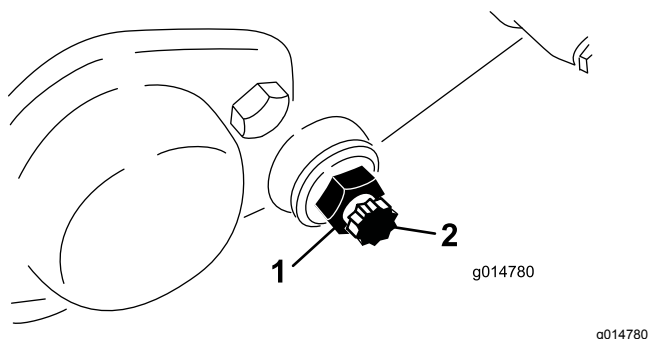

Рисунок 57
3. На каждой стороне машины ослабьте зажимную гайку, стопорящую болт планки неподвижного ножа (Рисунок 57).
4. Снимите оба болта неподвижного ножа, что позволит снять неподвижный нож с машины, потянув его вниз. На каждом конце неподвижного ножа оставьте 2 нейлоновые и 2 штампованные стальные шайбы (Рисунок 57).